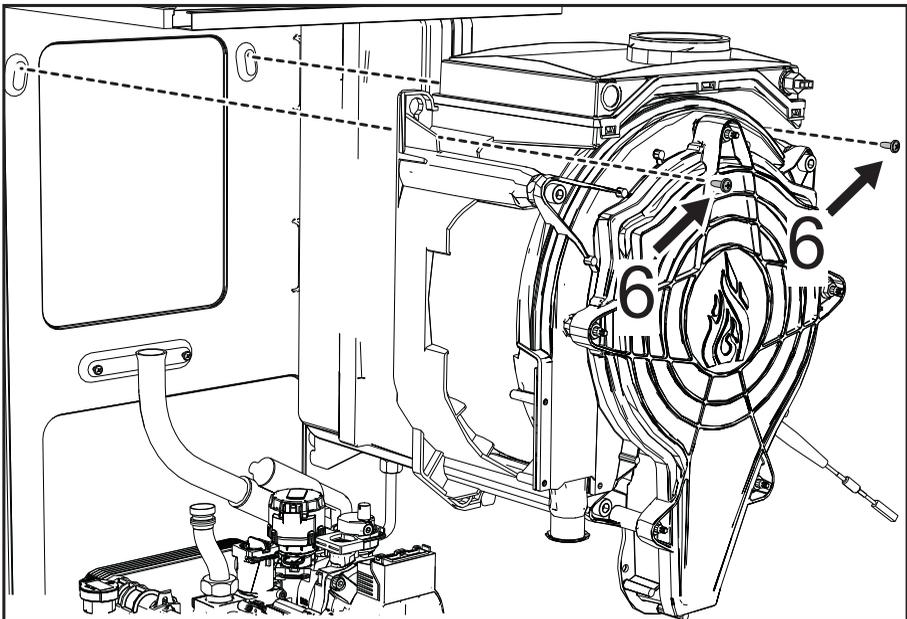

fig. 65
- Scoateți cele 2 șuruburi **superioare „6”** care fixează schimbătorul de cadru (fig. 65).